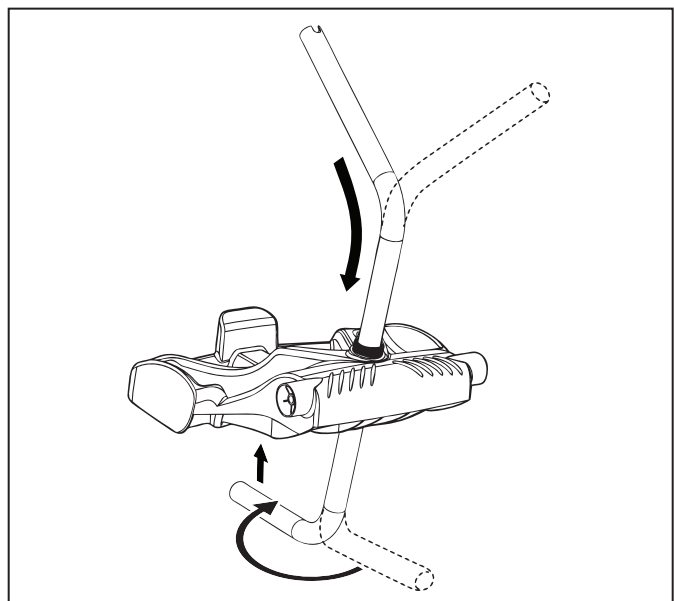

Figura 3. Conecte el marco de metal a la unidad base
2. Inserte el tubo de metal de la manija en la base con el extremo con la muesca hacia arriba y, a continuación, rote para que las partes curvas queden alejadas de usted. (Figura 3).
3. Empuje la base hacia abajo (Figura 3) para que el marco de metal de la manija se asiente sobre la hendidura en la parte inferior de la base.